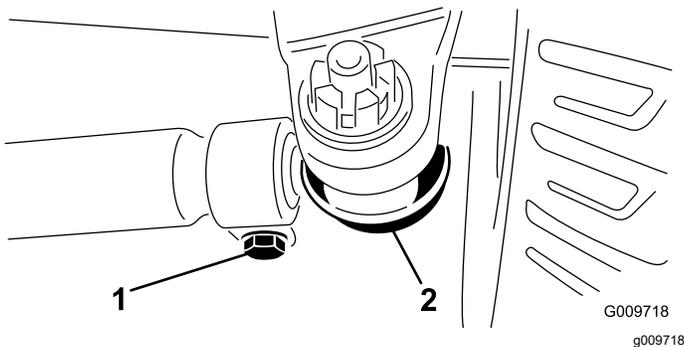

Bild 96
2. Entfernen Sie den Splint und die Mutter von einem der Spurstangen-Kugelgelenke (**Bild 96**), um die Vorspur einzustellen.
4. Lockern Sie die Klemmen an beiden Enden der Zugstangen (**Bild 96**).